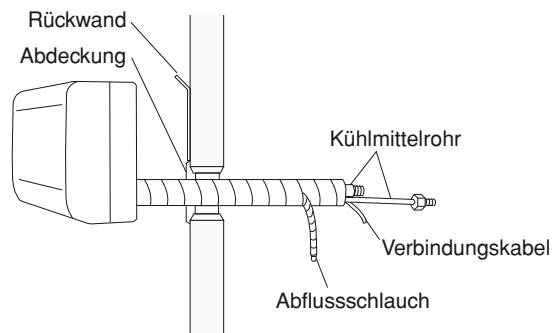

Abb. 35
- (1) Formen Sie das Kühlmittelrohr in einer Weise, daß es problemlos durch das Wandloch paßt. (Abb. 35)